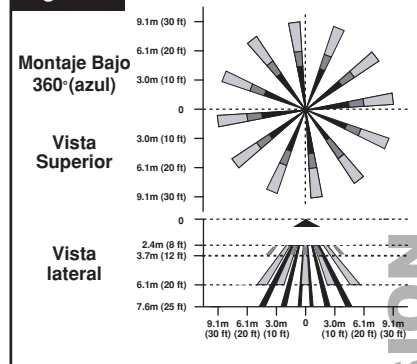

Figura 7A
- Para cambiar el lente, gire el anillo de manera que los dos puntos endentados se alineen y jálelo hacia fuera de las pestañas (**vea Figura 7A**).